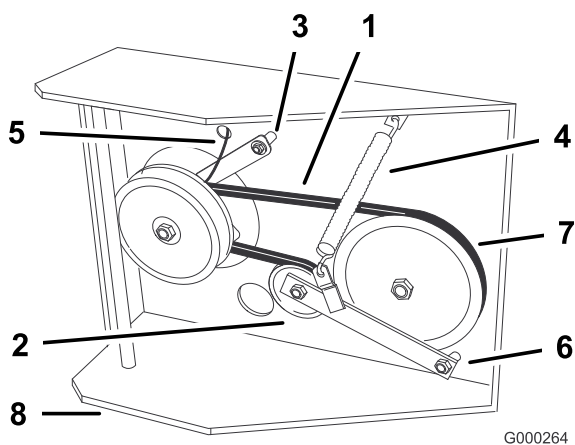

Figura 43
7. Scollegate il fermo frizione dalla scocca del motore (Figura 43).
8. Sganciate la molla di tensione dal telaio (Figura 43).
11. Serrate il bullone di rotazione a 47-54 Nm. Montate la molla di tensione tra il braccio di rinvio e la staffa del telaio (Figura 43).
12. Montate il fermo frizione sulla scocca del motore (Figura 43).